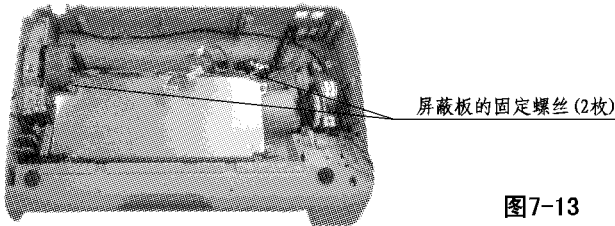

图7-13
(3) 更换原稿/机芯开关/碳带检测开关
b) 拆卸屏蔽板的固定螺丝（2枚）（图7-13）。